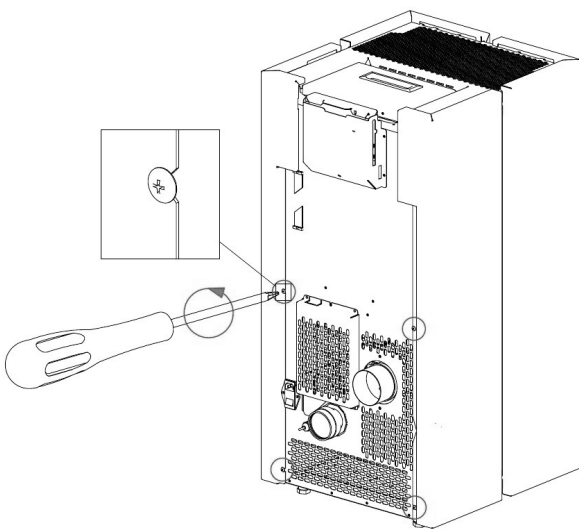

Fig. 51 - Extracción de los tornillos
- Apoye el panel de color en una superficie (vea **Fig. 50**) con la ayuda de una pinza, eleve todas las lengüetas (vea **Fig. 51**).